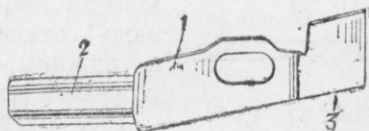

Рис. 65. Разобщик:
**Разобщик** (рис. 65) служит для разобщения спусковой тяги спуска от шептала после нажима на спуск и производства выстрела, для того чтобы курок мог снова встать на боевой взвод при отходе затвора назад вне зависимости от того, отпущен или не отпущен спуск. Разобщик предохраняет от производства выстрела при не вполне закрытом затворе и запирает затвор, когда курок поставлен на предохранительный взвод.